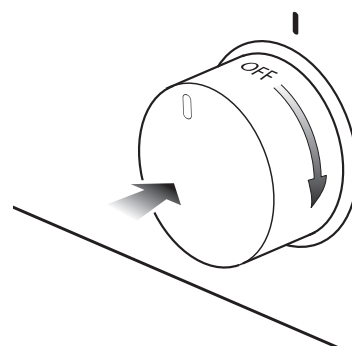

Fig. 3.5
2) Appuyez légèrement sur le bouton du thermostat et tournez-le dans le sens horaire jusqu'à la position BROIL (fig. 3.5).